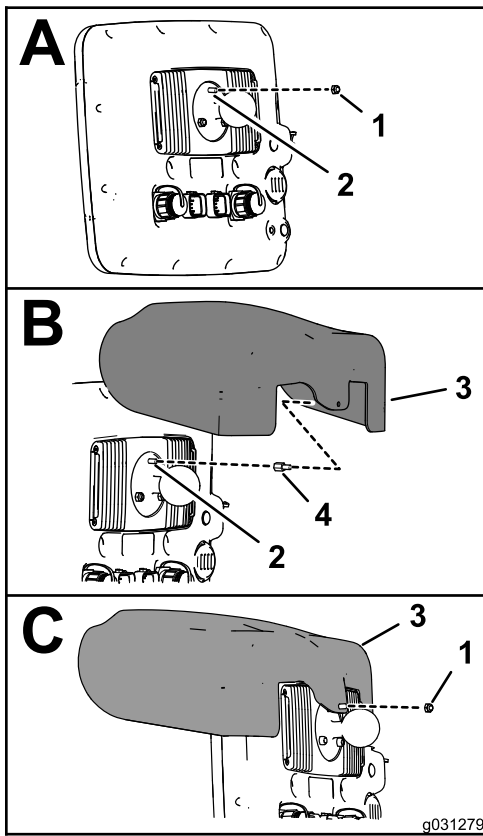

图149
1. 在打药车监控器的背面让 2 个接头 26 针向下对齐从球形枢轴接头的双头螺栓上卸下顶部锁紧螺母 5mm 图149。
3. 将螺纹隔离柱旋回球形枢轴接头的双头螺栓 图149 上紧隔离柱扭矩至 250N·cm。
5. 将显示器罩上的孔与螺纹隔离柱的螺栓部分对齐 图149。
6. 使用之前在步骤 1 中卸下的锁紧螺母5mm将显示器罩 图149 安装到监控器上。